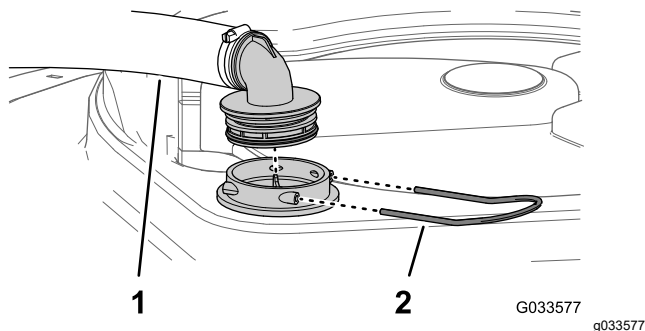

Figura 50
2. En la parte superior del depósito de fumigación, retire la horquilla de retención que sujeta el acoplamiento que está conectado a la manguera grande y al alojamiento del filtro (Figura 50).
3. Retire la manguera y el acoplamiento del alojamiento del filtro (Figura 50).